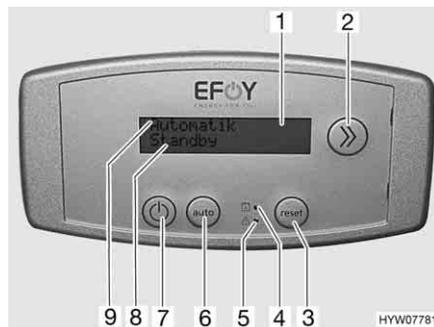

Bild 111 Bedieneinheit Brennstoffzelle
Die Brennstoffzelle besteht aus mehreren Komponenten, die im Heckstauraum eingebaut sind (Bild 109), sowie aus einem Bedienpanel (Bild 111) im Wohnbereich.
Die Brennstoffzelle lädt automatisch die Wohnraumbatterien, wenn die Spannung der Wohnraumbatterien unter 12,5 V sinkt und die Brennstoffzelle über die Ein/Aus-Taste (Bild 111,7) eingeschaltet ist.
Das Display (Bild 111,1) der Bedieneinheit ist zweizeilig. In der ersten Zeile (Bild 111,9) wird der Betriebszustand der Brennstoffzelle angegeben.
In der zweiten Zeile (Bild 111,8) werden Informationen oder Störungsmeldungen ausgegeben.
Das Umschalten zu den verfügbaren Informationen erfolgt über die Info-Taste (Bild 111,2).
Die beiden LEDs am Bediengerät zeigen den notwendigen Wechsel der Tankpatrone (Bild 111,4) und auftretende Störungen (Bild 111,5) an.
Nach dem Beheben des Fehlers die Brennstoffzelle wieder starten. Dazu die Reset-Taste (Bild 111,3) drücken.
- Die Ein/Aus-Taste (Bild 111,7) drücken.
In der ersten Zeile des Displays (Bild 111,9) wird der aktuelle Betriebsmodus angezeigt.
- Wenn die Anzeige "Ein" ausgegeben wird, befindet sich die Brennstoffzelle im manuell gewählten Lademodus. Die Taste "auto" (Bild 111,6) drücken, um zum Automatik-Betriebsmodus zu wechseln.
- Wenn die Brennstoffzelle noch nicht abgeschaltet ist, die Ein/Aus-Taste (Bild 111,7) drücken.